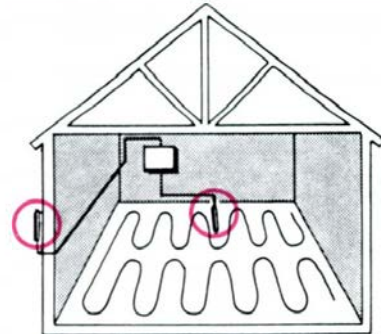

Fig. 6. Emplacement de la sonde extérieure et de la sonde de sol.
■ sonde extérieure (fig. 6) : la fixer à l'abri du soleil, de préférence côté nord, loin de toutes sources de chaleur (cheminée).
■ sonde de sol (fig. 6) : la placer dans un tube noyé dans le ciment du sol de préférence situé au milieu d'une boucle. L'une des extrémités doit sortir par une boîte de dérivation scellée dans le mur le plus proche.